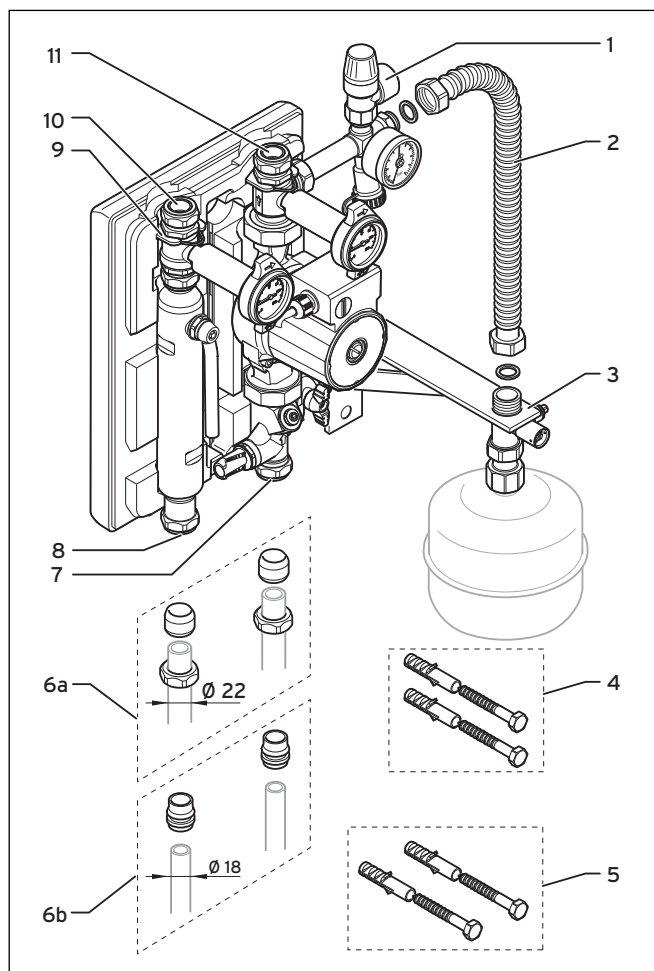

Abb. 3.1 Lieferumfang der Solarstation
- Montieren Sie die Solarstation mit den Dübeln und Schrauben (→ **Abb. 3.1**, Pos. 5) an der Wand.
Anstelle von Kupferrohren mit 22 mm Durchmesser können Sie auch Rohre mit 18 mm Durchmesser anschließen. In diesem Fall benutzen Sie die beiliegenden Reduzierstücke (→ **Abb. 3.1**, Pos. 6b) mit integriertem Klemmring.
- Verbinden Sie das Vorlaufrohr (→ **Abb. 3.1**, Pos. 10) mit dem Vorlaufrohr der Kollektoren.
- Verbinden Sie das Rücklaufrohr (→ **Abb. 3.1**, Pos. 11) mit dem Rücklaufrohr der Kollektoren.
- Verbinden Sie das Rücklaufrohr Speicherkreis (→ **Abb. 3.1**, Pos. 7) mit dem Rücklauf Solar am Speicher.
- Verbinden Sie den Vorlaufrohr Speicherkreis (→ **Abb. 3.1**, Pos. 8) mit dem Vorlauf Solar am Speicher.
- Montieren Sie die Sicherheitsgruppe (→ **Abb. 3.1**, Pos. 1) am Anschlussstutzen im Rücklaufrohr (→ **Abb. 3.1**, Pos. 11).
- Montieren Sie den Wellschlauch (→ **Abb. 3.1**, Pos. 2).